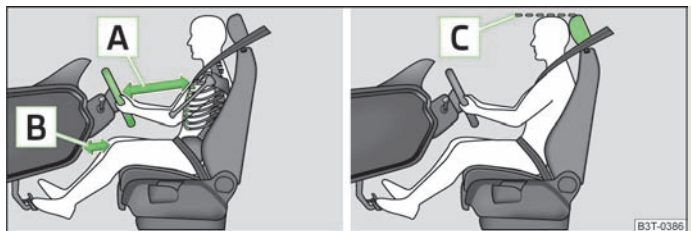

Fig. 115 La distancia correcta del conductor al volante y al cuadro de instrumentos /el ajuste correcto del reposacabezas
- Ajustar el volante de tal modo que la distancia entre el volante y el estérnón sea, como mínimo, de 25 cm » fig. 115 [A] y entre las piernas y el cuadro de instrumentos en la zona del airbag para las rodillas, sea de 10 cm [B].
- Ajustar el reposacabezas de tal modo, que el borde superior del mismo se encuentre de ser posible a la misma altura que la parte superior de su cabeza » fig. 115 [C].
- Ajustar el reposacabezas de tal modo, que el borde superior del mismo se encuentre de ser posible a la misma altura que la parte superior de la cabeza » fig. 115 [C].